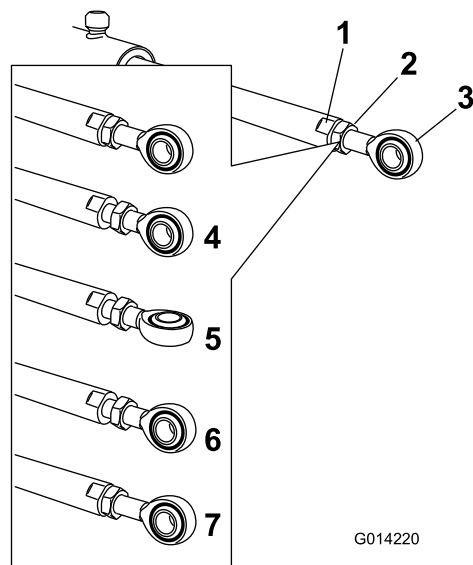

Figura 64
5. Utilizați o cheie pe părțile plate ale tije dispozitivului de acționare pentru a o immobiliza, apoi slăbiți contrapiulia pentru a permite reglarea tije cu ureche (Figura 64).
6. Rotiți tija cu ureche în tija dispozitivului de acționare pentru a scurta sau a prelungi dispozitivul de acționare extins în poziția dorită (Figura 64).